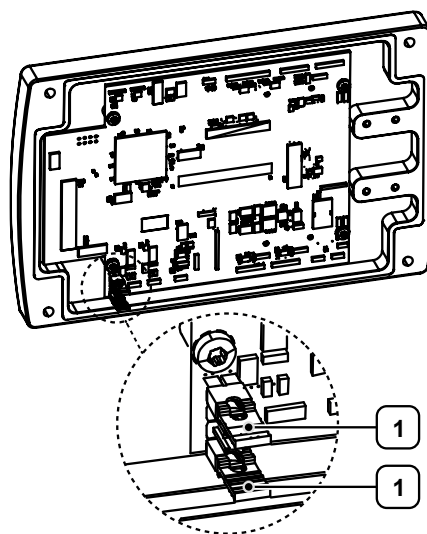

Figura 36: Impostazione dei ponticelli (esempio)
- ▷ Inserire i due ponticelli nelle posizioni corrispondenti sulla scheda principale (vedere "Figura 36: Impostazione dei ponticelli (esempio)").